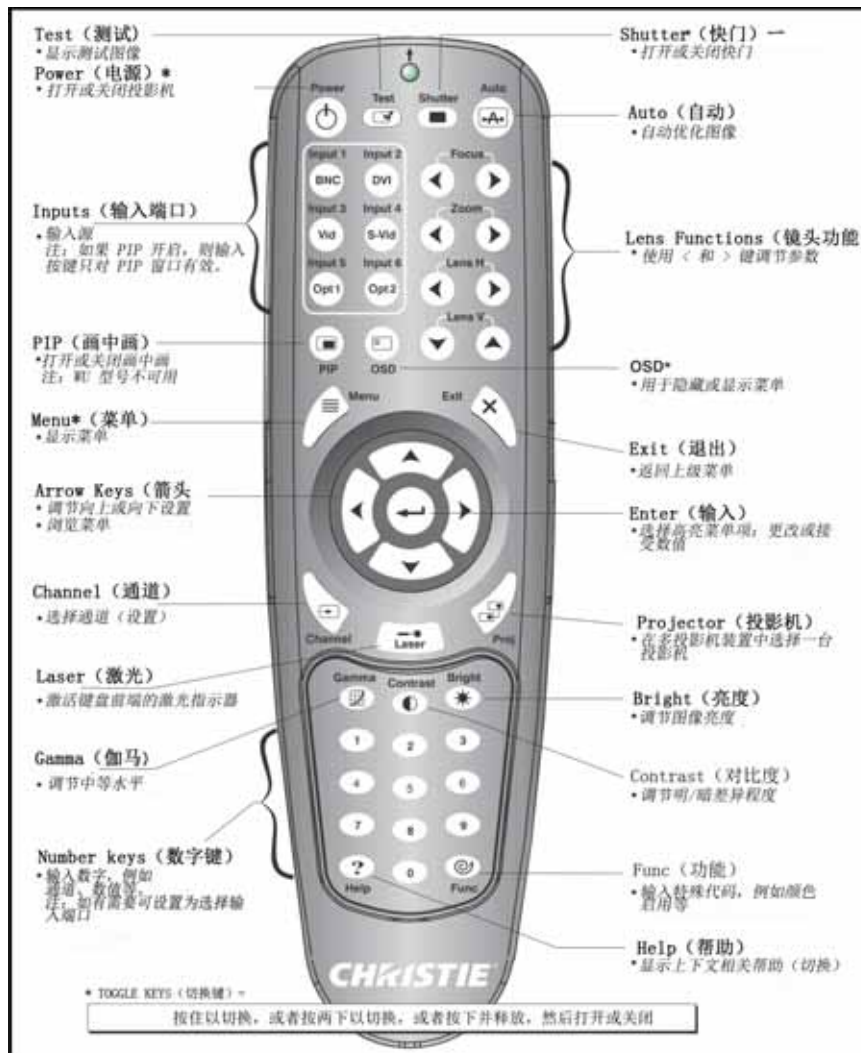

图 3-3 标准红外遥控器键盘
- 有线（包含 100 英尺电缆）或无线（有效范围 100 英尺）控制的标准红外遥控器（图 3-3）
请参见标准红外遥控器键盘的按键说明（图 3-3）。
如果您需要进行有线联接，请使用电缆（随附 100 英尺长的电缆）将遥控器与投影机后部的 3 针 XLR 插座型连接器（图 3-3）相连。您还需要正确设置相应的内部跳线。以下情况建议使用有线标准红外遥控器